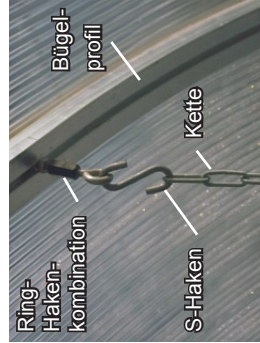
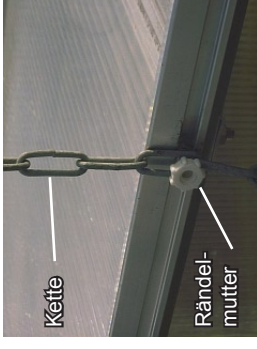

Bild 4
Bild 5
- Die Kette mit der Ring- Hakenkombination am Bügel befestigen (Bild 4), so das sie mit der Vorderkante des Hängetisches bündig hängt. Den Tisch mit den Rändelmuttern an der Kette befestigen (Bild 5).